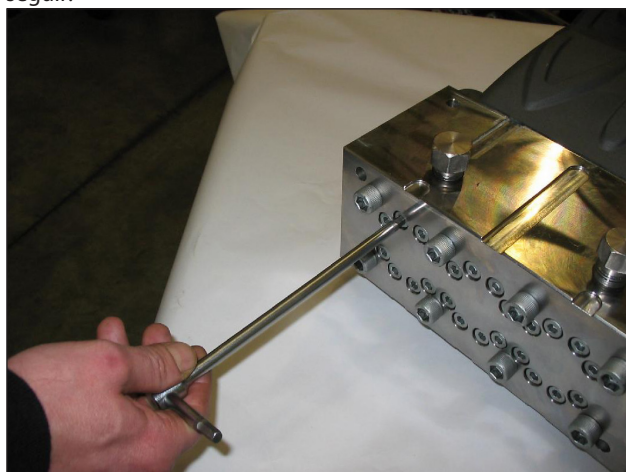

Fig. 34
**- Solte, sem remover, os parafusos M8x100 de fixação das camisas do cabeçote, conforme indicado na Fig. 34, de modo a deixá-los livres.**